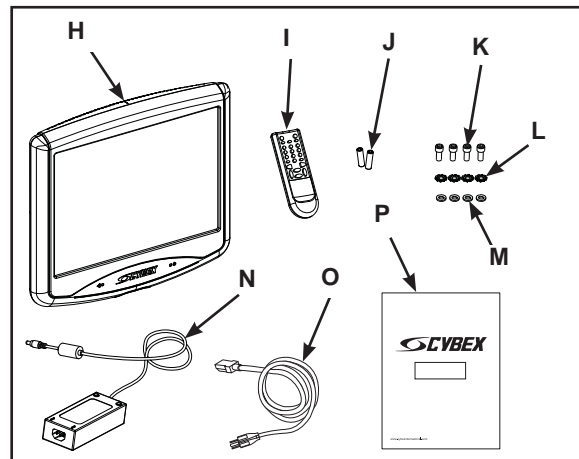

Figure 18
3. **Vérifiez le contenu du kit du moniteur illustré à la figure 18.**
- H. Moniteur (1), EE000005 ou EE000007
- I. Télécommande (1), EM000000
- J. Piles de la télécommande, AAA (2), S/O
- K. Vis de montage, M4 x 0,7 x 10 mm (4), HC692860
- L. Rondelles, verrouillage externe (4), HS047300
- M. Rondelles plates M4 (4), HS097600
- N. Adaptateur de courant c.a./c.c. (1), ET300038
- O. Cordon alimentation, 115 V c.a. (Cordons spécifiques au pays fournis avec le produit), (1), EW600000
- P. Manuel du propriétaire du moniteur personnel audio-vidéo (1), LT-20191